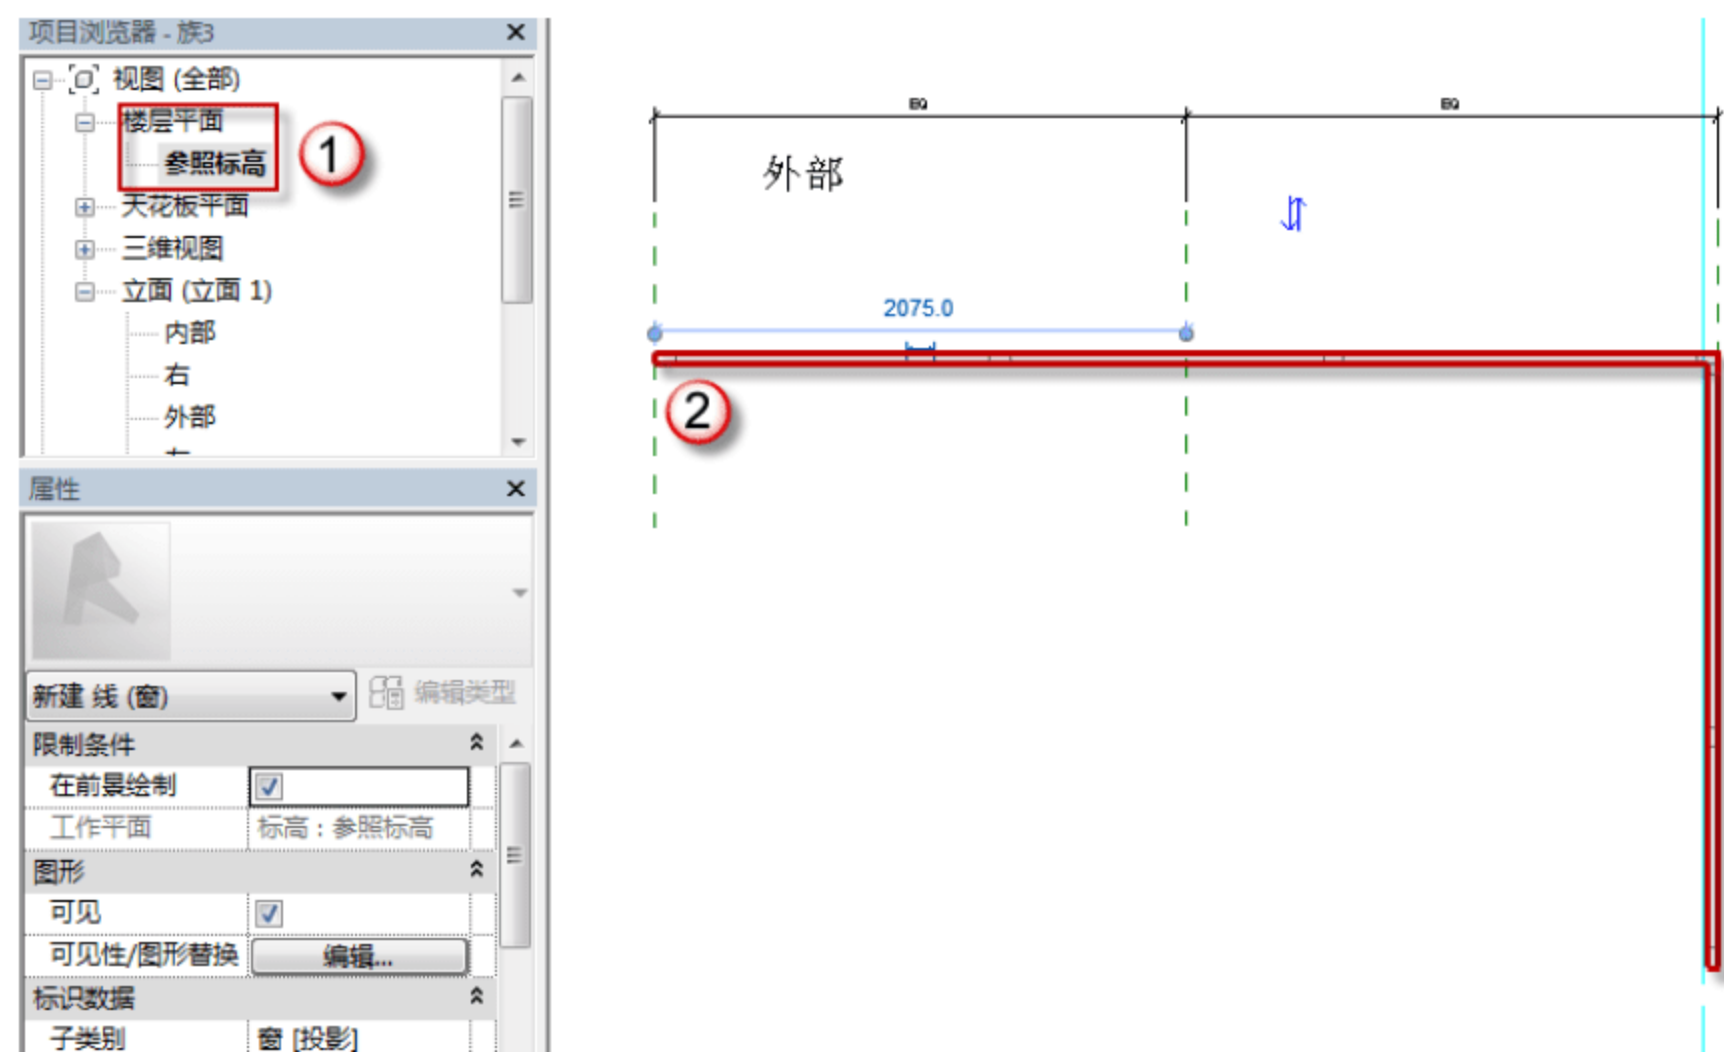

图 7.2.22 绘制 MQ6596 的平面轮廓线
(20) 绘制 MQ6596 的平面轮廓线。选择“项目浏览器”中的“楼层平面”→“参照标高”选项，进入幕墙的参照标高视图。选择“注释”→“符号线”命令，沿 MQ6596 边线绘制如图 7.2.22 所示的平面轮廓线。